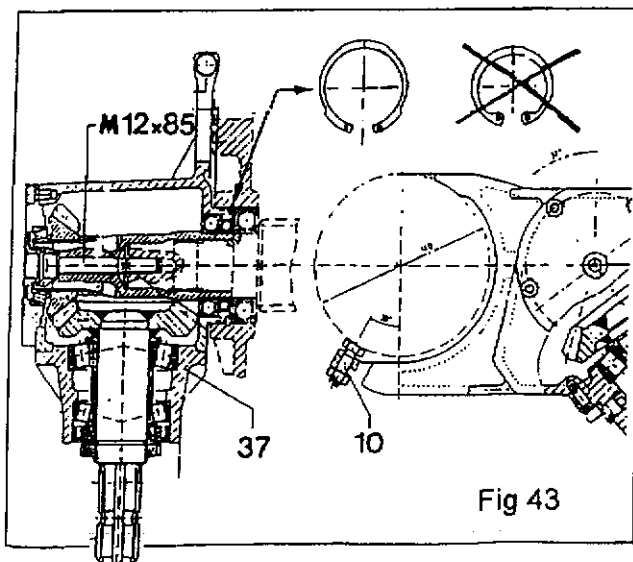

Fig 43
Avant le montage du renvoi d'angle (37), il faut vérifier que le circlips spécial JV 90 * 3, avec un diamètre int. de 80,3 mm soit monté devant le palier X de la boîte de vitesse Mengele (91), voir la fig. 43. Si la boîte est équipée d'un circlips J 90 * 3 (avec cames), l'embase du renvoi d'angle (37) cogne contre les cames et il est déformé par la vis M12 * 85.